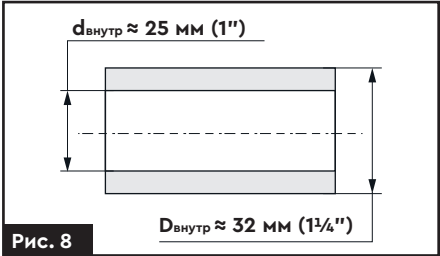

Рис. 8
- 2. Під'єднуючись до магістрального водопроводу, зверніть увагу, що діаметр труби в місці приєднання вхідного патрубку має бути не менший, ніж 1 ¼" (рис. 8).